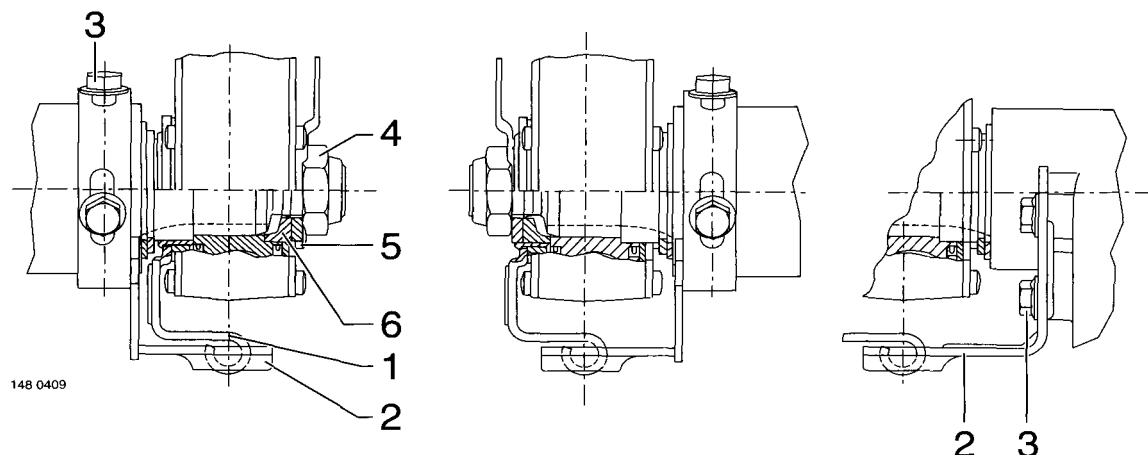
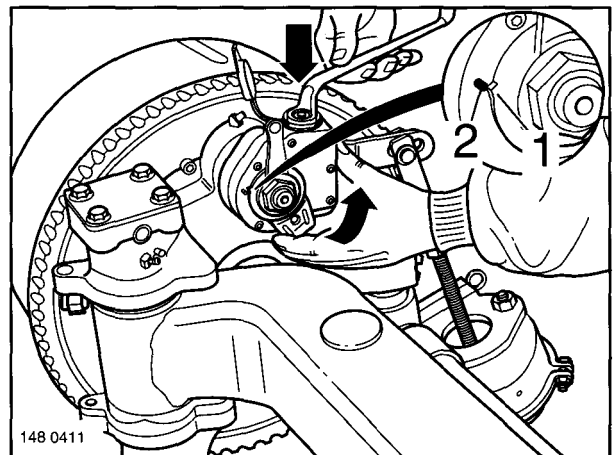

Fig. 9
Fig. 11
- (1) Smear the teeth of the brake camshaft with BPW special longlife grease **ECO-Li 91**. Slide the slack adjuster onto the brake camshaft. Fit the washer (Fig. 9/6) with the brake lining wear indicator (Fig. 9/5) in upright position and fit a new lock nut (Fig. 9/4) tightened to the specified torque of 60-70 Nm.
- (1) Enduire de graisse spéciale BPW longue durée **ECO-Li 91**, l'engrenage de l'arbre à came de frein. Emmancher le levier de frein à réglage automatique ECO-Master sur l'arbre à came. Monter la rondelle (figure 9/6) avec l'indicateur d'usure des garnitures (figure 9/5) verticalement vers le haut et utiliser un écrou de sûreté (figure 9/4) neuf, serrer au couple prescrit de 60-70 Nm.
- (1) Verzahnung der Bremsnockenwelle mit BPW-Spezial-Langzeitfett **ECO-Li 91** einstreichen. Automatischer Gestängesteller ECO-Master auf die Bremsnockenwelle aufschieben. Scheibe (Fig. 9/6) mit Bremsbelag-Verschleißanzeiger (Fig. 9/5) senkrecht nach oben und neuer Sicherungsmutter (Fig. 9/4) mit dem vorgeschriebenen Anziehdrehmoment von 60-70 Nm montieren.
- (3) Fit the tension spring for lever length 150-180 mm. Press the control lever (Fig. 9/1) in the direction of the arrow to the stop with the clutch cover held down (Fig. 11). The lug on the control lever (Fig. 11/arrow) then faces the check point.
- (4) In this position insert the fork of the holder (Fig. 9/2) in the control lever (Fig. 9/1) (note there are LH and RH versions). Screw the holder to the steering box with two locking screws.
- (3) Accrocher le ressort de rappel pour une longueur du bras de levier de commande de 150-180 mm. La douille d'accouplement étant poussée vers le bas, enfoncer le levier de commande (figure 9/1) dans le sens de la flèche jusqu'à la butée (figure 11). Le nez sur le levier de commande (figure 11/flèche) se trouve alors face au repère de contrôle.
- (4) Dans cette position, engager la chape du support (figure 9/2) sur le levier de commande (figure 9/1) (attention: la version gauche diffère de la version droite). Fixer le support sur le carter d'articulation à l'aide de deux vis de sûreté.
- (3) Zugfeder bei Hebellänge 150-180 mm einhängen. Steuerhebel (Fig. 9/1) bei niedergedrückter Kupplungshülse in Pfeilrichtung bis zum Anschlag drücken (Fig. 11). Nase am Steuerhebel (Fig. 11/Pfeil) zeigt dann auf den Kontrollpunkt.
- (4) In dieser Stellung Gabel des Halters (Fig. 9/2) auf den Steuerhebel (Fig. 9/1) stecken (Links- und Rechtsausführung beachten). Halter mit zwei Sicherungsschrauben am Lenkgehäuse verschrauben.